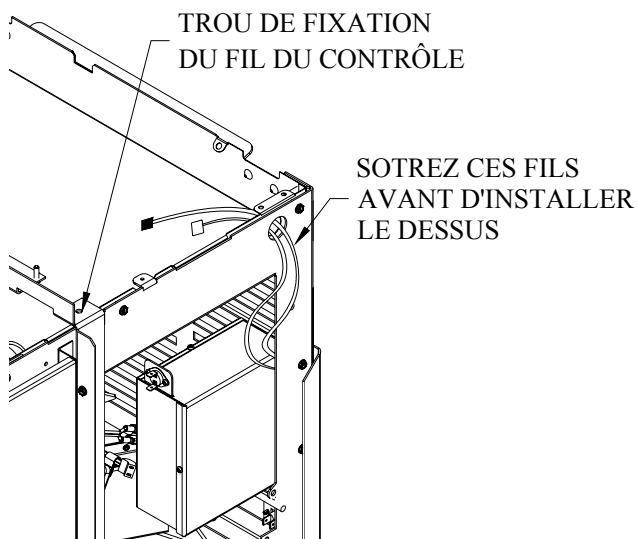
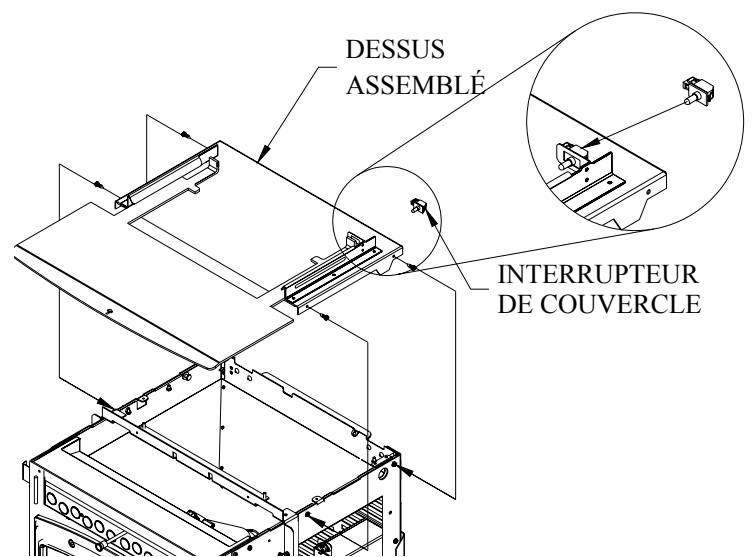

Figure 26
Figure 27
- 2- Retirez les fils(Figure 26). Fixez le dessus à l'aide des 4 vis et insérez l'interrupteur de couvercle sur son support(Figure 27) Raccordez le connecteur blanc à l'interrupteur.
- 3- Faites courir le fil avec le connecteur noir vers l'avant et fixez le au châssis à l'aide de l'attache de plastique.(Figure 26)